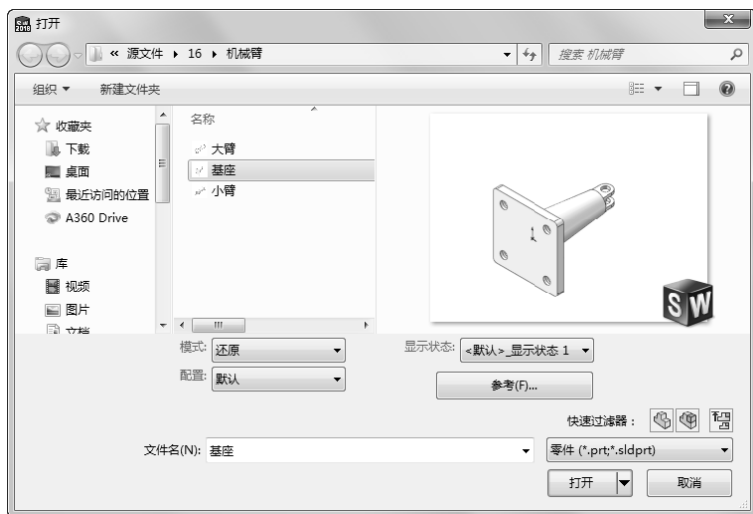
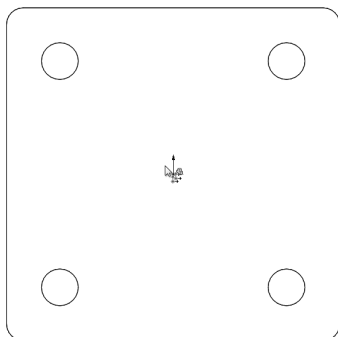
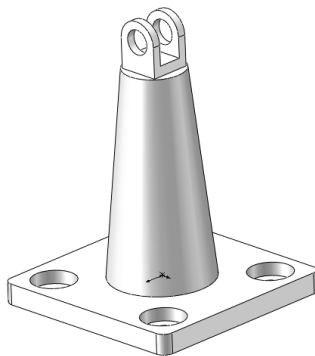

图 11-62 “打开”对话框
图 11-63 定位原点
图 11-64 插入基座
2) 定位基座。单击“开始装配体”属性管理器中的“浏览”按钮，系统弹出“打开”对话框，选择已创建的“基座”零件，这时对话框的浏览区中将显示零件的预览结果，如图 11-62 所示。在“打开”对话框中单击“打开”按钮，系统进入装配界面，光标变为形状，选择菜单栏中的“视图”→“原点”命令，显示坐标原点，将光标移动至原点位置，光标变为形状，如图 11-63 所示，在目标位置单击将基座放入装配界面中，如图 11-64 所示。